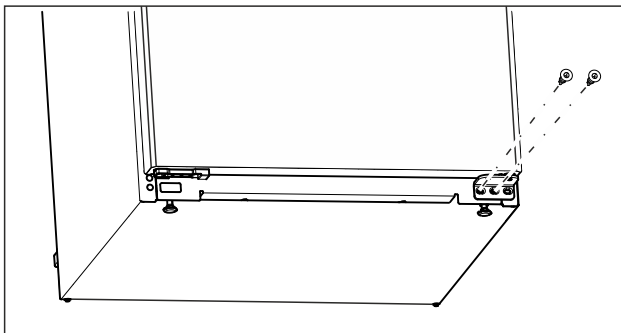

Fig. 15
- Kierrä alemmassa laakerijalustassa keskimäinen ruuvi ulos Torx 20 -ruuvimeisselillä. (katso Fig. 15)
- Kierrä alemmassa laakerijalustassa sisempi ruuvi ulos Torx 20 -ruuvimeisselillä. (katso Fig. 15)